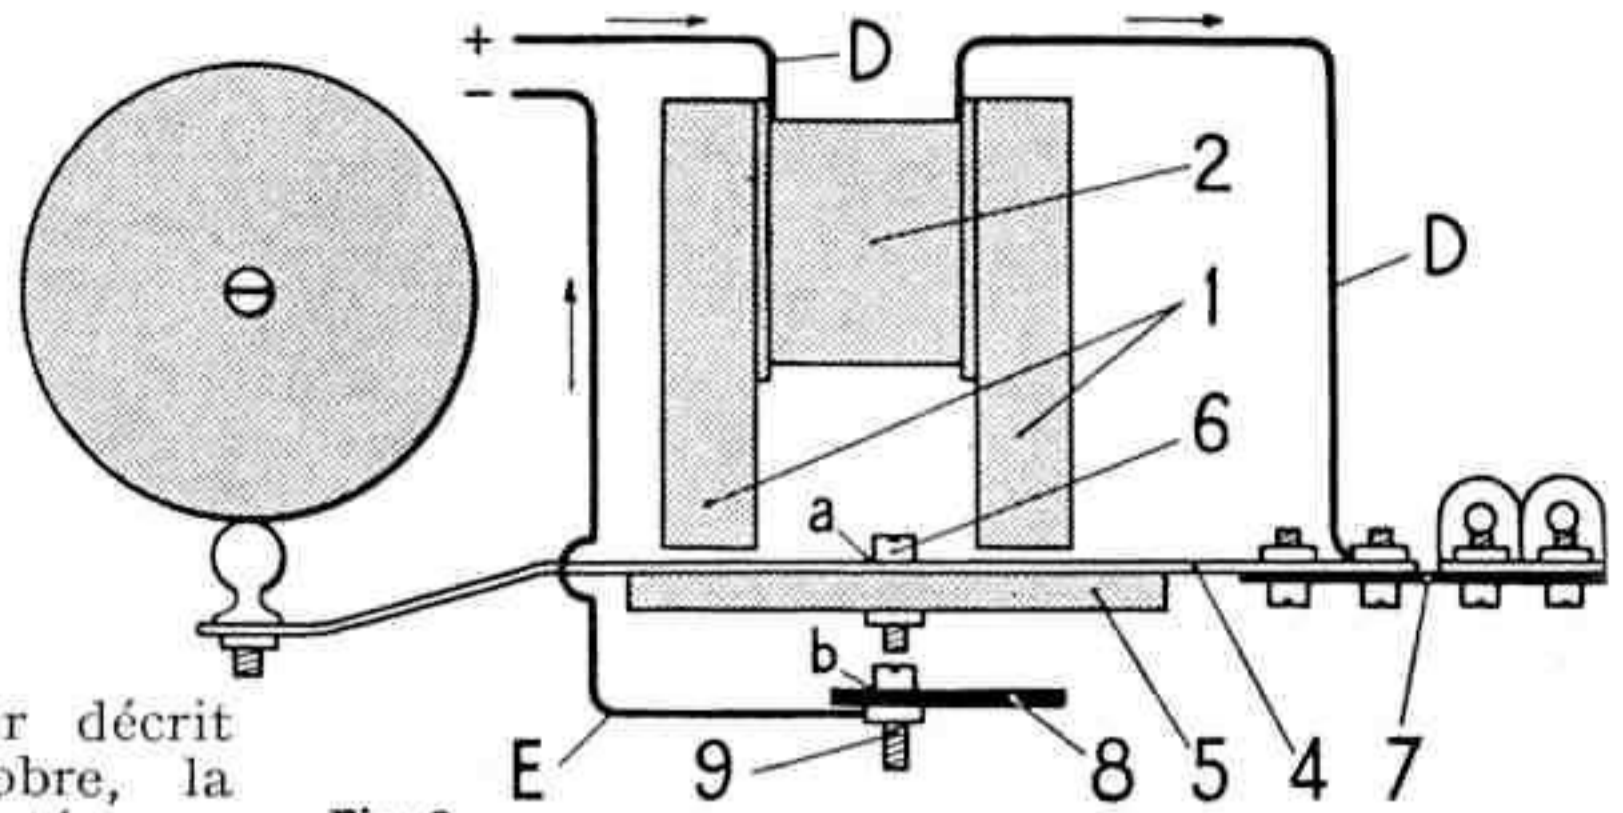

Fig. 3.
La figure 3 vous donne le schéma du fonctionnement de la sonnerie. Le courant arrive par le fil (D) et traverse la bobine (2) de l'électro-aimant. Il passe dans le bras du marteau (4) et sort par le contact fixe (9) (fil E). A cet instant, les bandes (5) formant la masse du marteau sont attirées par l'électro-aimant : le marteau frappe le timbre, et le contact est coupé entre les contacts (6) et (9). L'électro-aimant n'agissant plus par suite de la coupure du courant, la masse (5) revient à sa position initiale sous l'effet de la bande (7). Les boulons (6) et (9) sont de nouveau en contact et le cycle recommence, provoquant chaque fois un coup